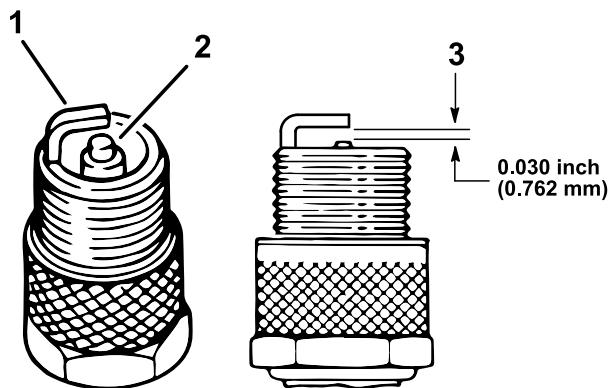

Figura 37
- Verifique o estado dos elétrodos lateral e central, bem como do isolante do elétrodo central, certificando-se de que não se encontram danificados (Figura 37).
- Ajuste a folga existente entre a zona central e lateral do elétrodo para 0,76 mm, como se mostra na Figura 37.